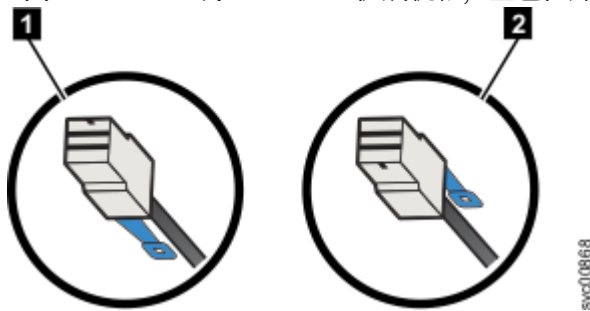

图 134. SAS 电缆接口方向
- 对于 2145-24F 或 2145-12F 扩展机柜，蓝色拉片必须在电缆下方（第 106 页的图 134 中的 **1**）。
- 对于 2145-SV1 或 2145-DH8 节点和 5U 扩展机柜，蓝色拉片必须在接口上方（第 106 页的图 134 中的 **2**）。